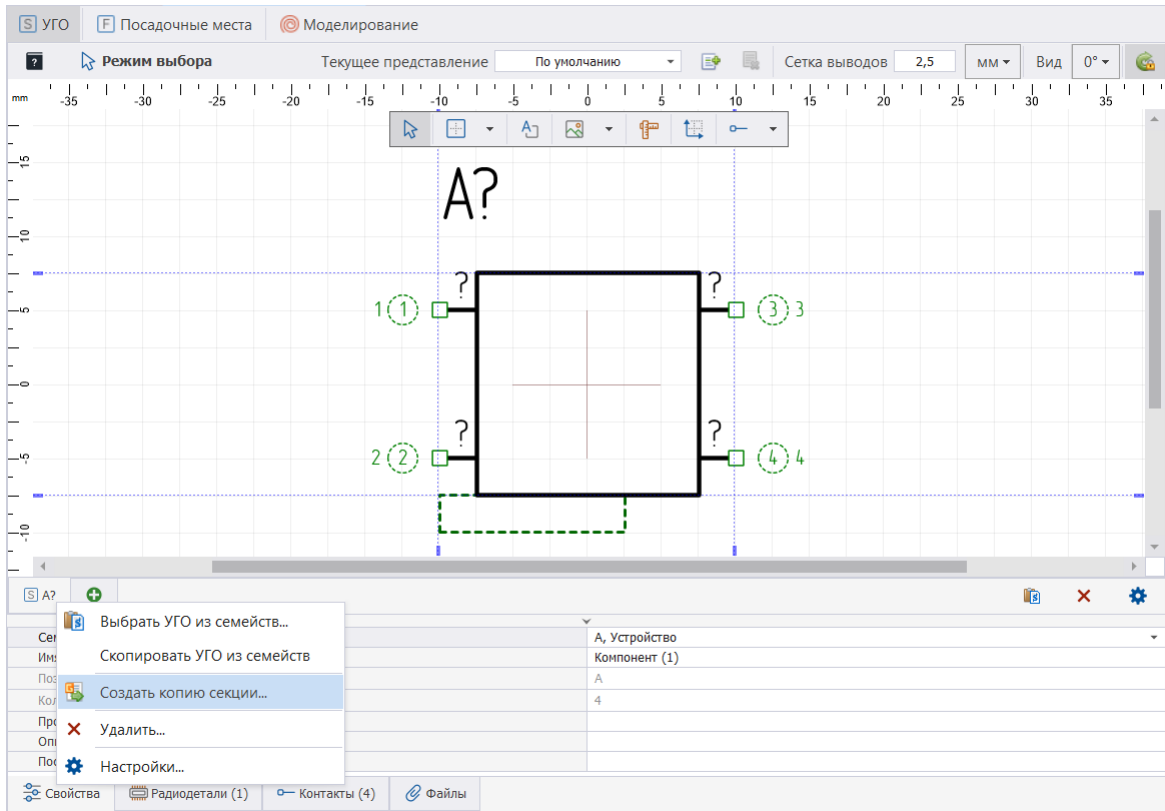

Рис. 201 Вызов инструмента копирования секции
1. В нижней левой части окна на области иконки  из контекстного меню выбрать «Создать копию секции», см. Рис. 201.